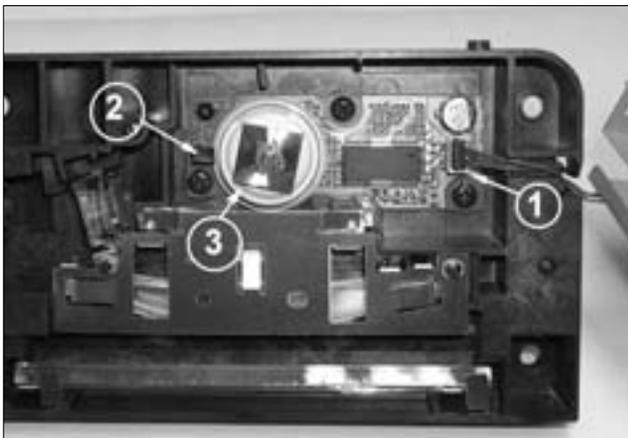

Рис. 17
5. Откручивают винт крепления крышки. Освобождают четыре защелки и снимают крышку. Освобождают провода с паза, расположенного на корпусе с правой стороны и затем снимают разъем с платы управления электродвигателем (рис. 17, поз. 1).
При необходимости (в случаях, если двигатель не набирает обороты, принтер не выходит на готовность или присутствует повышенный шум при работе) выполняют профилактику двигателя привода квадратного зеркала. Профилактика включает разборку двигателя, очистку вала и латунной втулки, нанесение смазки и сборку. Для снятия ротора двигателя поворачивают на 90 градусов Г-образный держатель (рис. 17, поз. 2), расположенный на плате управления дви-